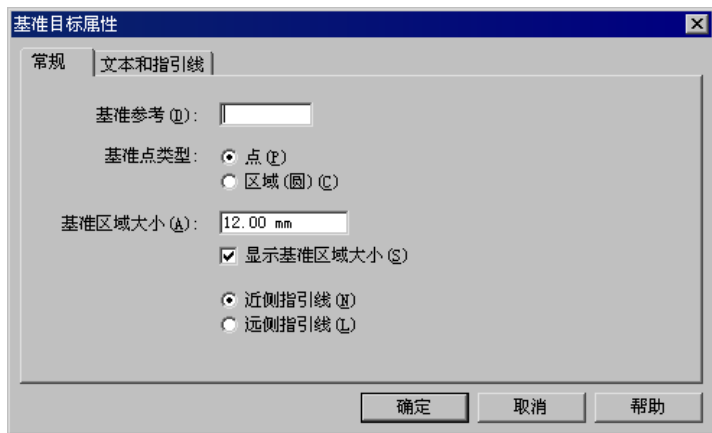

图 8.11.3 “基准目标属性”对话框
- **文本比例 (U)**：文本框：用于将输入的值应用于注释的文本高度。增大或减小文本比例值将会改变整体文本的大小，系统默认的文本比例值为 1。
-  按钮：单击此按钮，系统弹出图 8.11.3 所示的“基准目标属性”对话框。在该对话框中可以对要标注的参数进行设置。该对话框中的选项与“基准目标”命令条中的一一对应，详细说明见“基准目标”命令条中选项说明，故在此不再赘述。